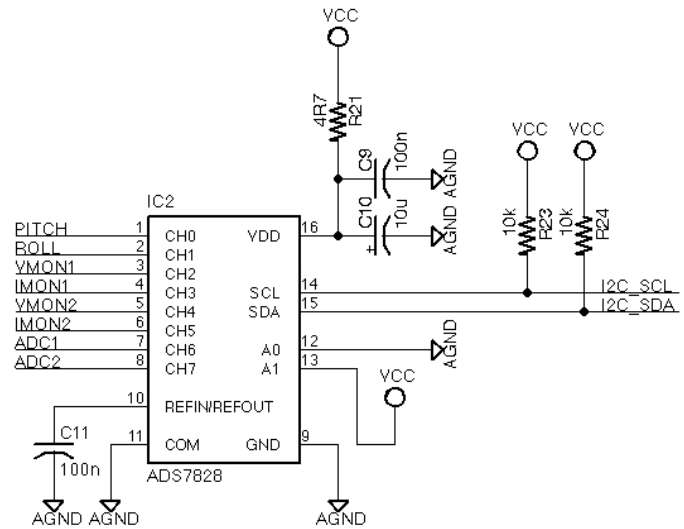

Figura 3.5.7. Circuiteria di contorno del convertitore A/D.
Nel modulo di acquisizione il convertitore A/D (denotato con IC2) è montato sulla scheda PIGTAIL e collegato direttamente all'interfaccia I²C del microprocessore ARM (Figura 3.5.7). I collegamenti VMON1(2), IMON1(2) e ADC1(2) sono stati già illustrati nel Paragrafo 3.1, mentre i segnali PITCH e ROLL saranno descritti nel Paragrafo successivo.